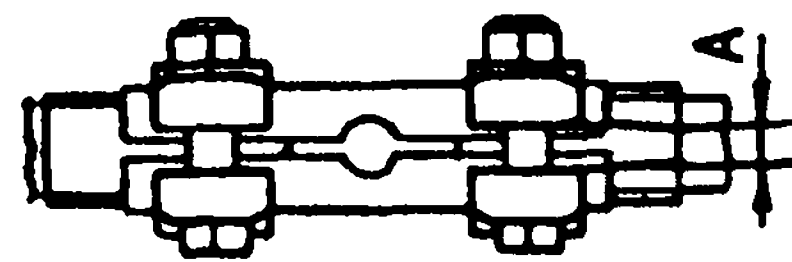

Рис. 10.16. Определение годности стяжного хомута
- проверить состояние стяжного хомута. Если зазор А между стянутыми губками меньше 1 мм, хомут заменить (рис. 10.16);